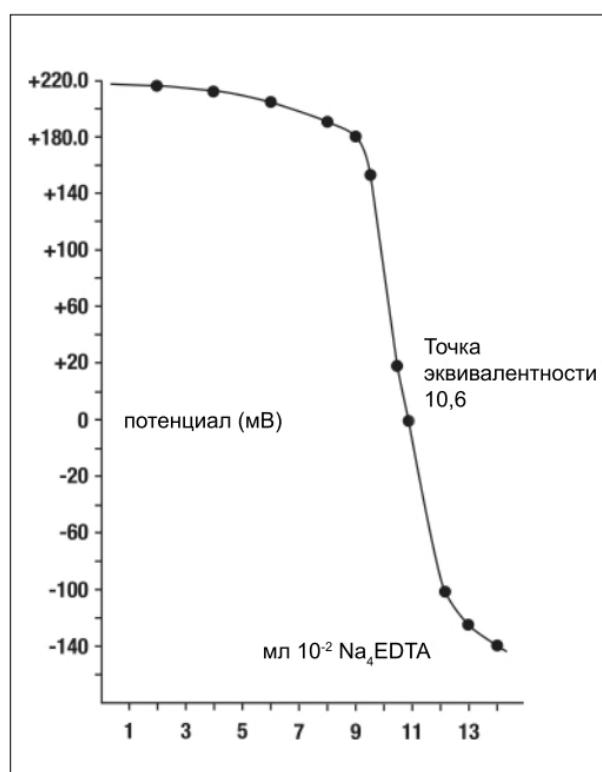

Рис. 3. Типичная кривая титрования пробы с концентрацией $\text{CuCl}_2 \cdot 10^{-3}$ моль/л с титрирующим раствором 10^{-2} моль/л $\text{Na}^4\text{-EDTA}$
2. Выполните титрование до точки эквивалентности, используя встроенный шаблон стандартного метода титрования EQP (до точки эквивалентности) титратора Tx Excellence или G20 Compact. Точка эквивалентности в процессе титрования — это точка, соответствующая максимальному наклону кривой (точка перегиба). См. рис. 3.